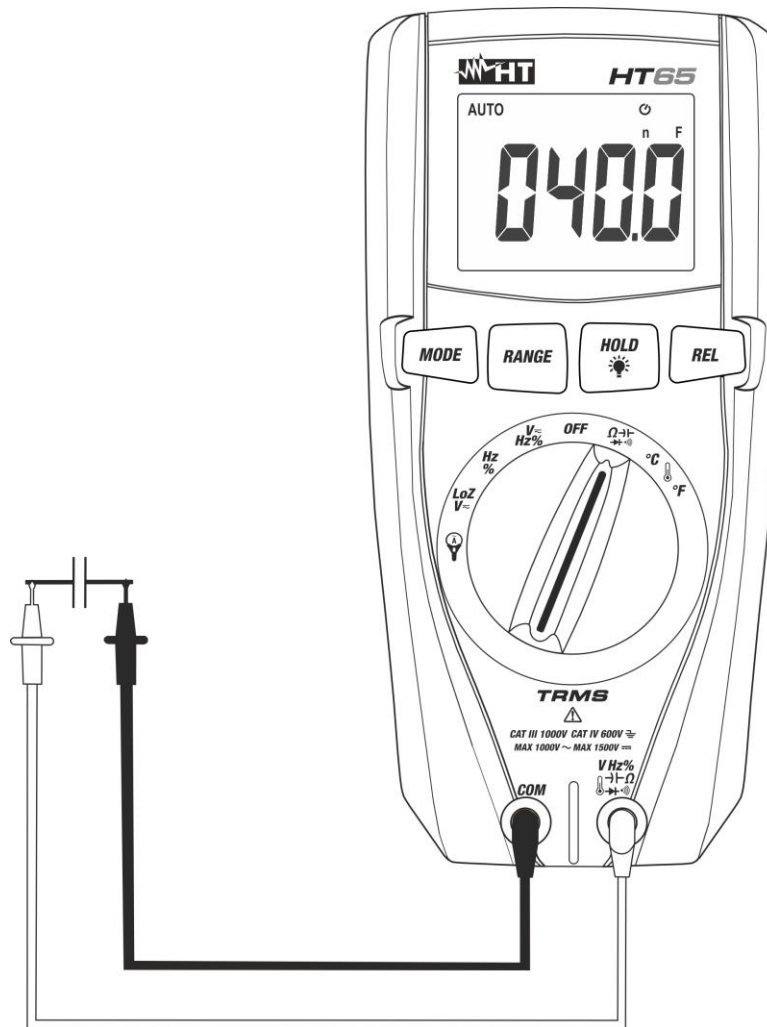

Fig. 8: Uso dello strumento per misura di Capacità
5. Posizionare i puntali ai capi del condensatore in esame rispettando eventualmente le polarità positive (cavo rosso) e negative (cavo nero) (vedere Fig. 8). Il valore della capacità è mostrato a